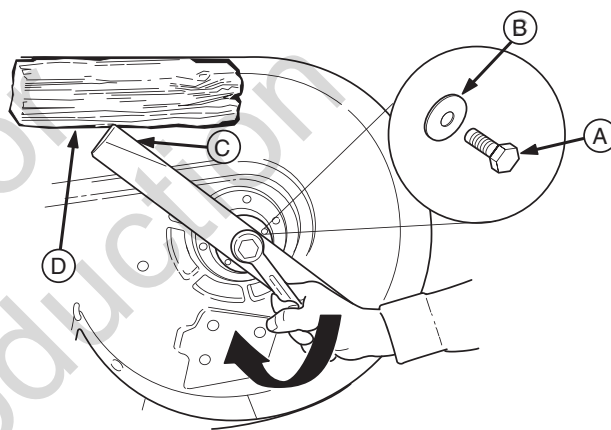

Figura 23. Instalación del Aspa
3. Quite el tornillo de cabeza hexagonal (A, Figura 23), arandela elástica (B), y aspa.
7. Reinstale el aspa con las aletas de izado (C, Figura 23) apuntando arriba hacia la cubierta de la podadora como se muestra.
8. Reinstale la arandela elástica (B) y tornillo de cabeza hexagonal (A). Use un bloque de madera (E) para evitar que el aspa gire mientras aprieta el tornillo de cabeza hexagonal (A) a 45-55 ft-lbs (61-75 Nm). Gire el tornillo de cabeza hexagonal a la derecha para apretarlo.